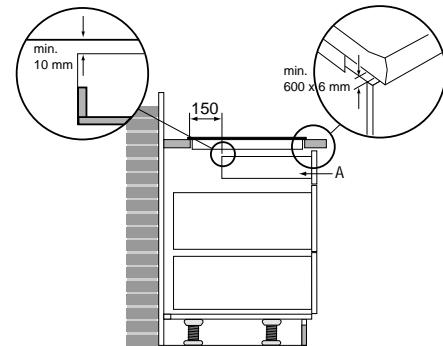

Fig. 3: Tiroir au dessous de la table induction
- Avec un tiroir, il faudra effectuer à l'avant une fente d'au moins 600 x 6 mm (voir fig. 3).
■ La distance entre le tiroir A et la plaque de cuisson doit être d'au moins 10 mm. Dans le cas d'un panneau fixe, aucune aération supplémentaire n'est nécessaire (voir fig. 3).
Vérifier que les câbles de raccordement pendent librement. Si un tiroir se trouve sous la surface de cuisson à induction, veiller à ce que la distance entre la partie supérieure du tiroir et la plaque de cuisson soit de 1 cm au moins (voir fig. 3).